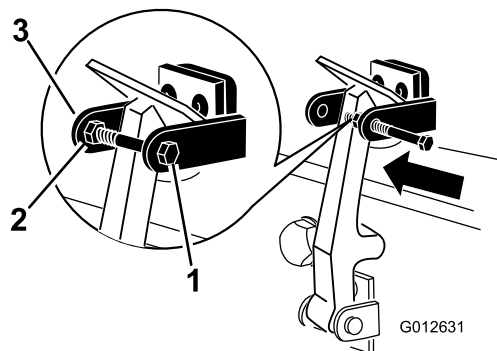

Figure 15
7. Vissez le boulon dans l'autre bras du support de verrou pour bloquer ce dernier en position (Figure 15). Serrez fermement le boulon mais pas l'écrou.